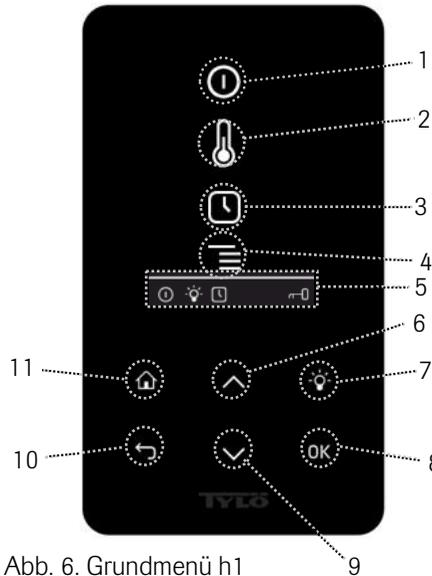

Abb. 6. Grundmenü h1
11. Home – Zurück zum Grundmenü (Abb. 6 und 7)
Anzeige von Zeit und Temperatur wie im Grundmenü (Abb. 6) auch bei ausgeschaltetem Aggregat.